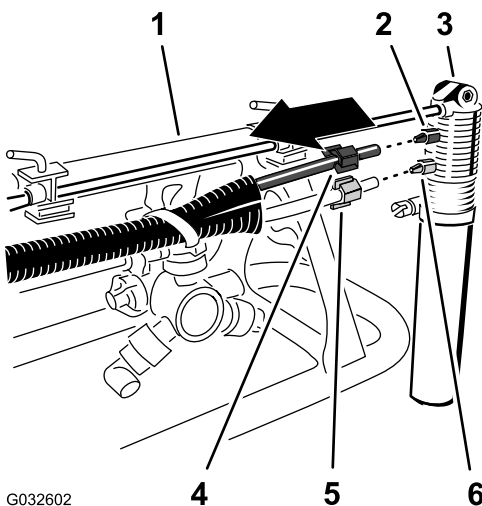

図 26
2. フォームマーカのノズル部で、ノズルの青色圧縮フィッティングに青色チューブ水を固定している圧縮ナットをゆるめる 図 26。
3. フォームマーカのノズルの白色コンプレッションフィッティングに透明チューブ空気を固定しているコンプレッションナットをゆるめる 図 26。
5. チューブの両端にある圧縮ナットを取り外す 図 26。